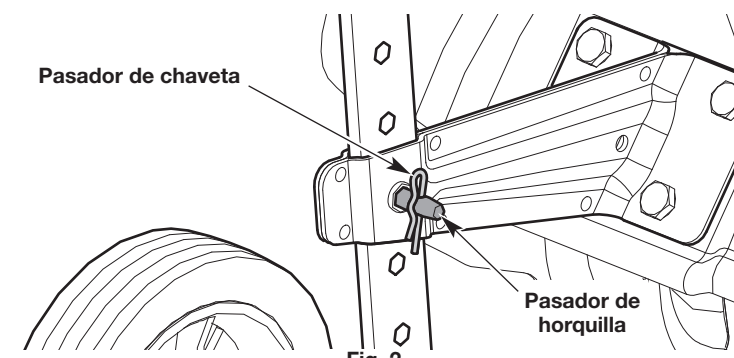

Fig. 2
3. Inserte el pasador de horquilla a través de los orificios alineados (Fig. 2).
4. Inserte el pasador de chaveta en el pasador de horquilla (Fig. 2).
1. Extraiga el pasador de chaveta del pasador de horquilla (Fig. 2).
2. Extraiga el pasador de horquilla del soporte de la rueda y del conjunto de la rueda (Fig. 2).
4. Inserte el pasador de horquilla a través de los orificios alineados (Fig. 2).
5. Inserte el pasador de chaveta en el pasador de horquilla (Fig. 2).